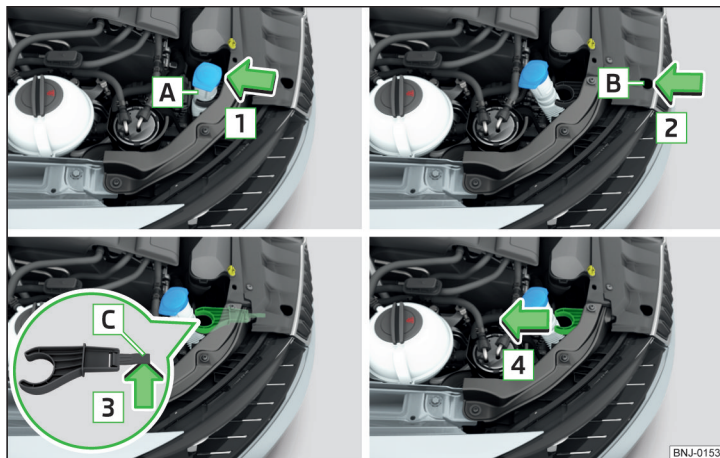

Рис. 207 Зняття тримача патрубку бака для промивної води
- Витягніть патрубок баку **A** з тримача в напрямку стрілки **1** » *Рис. 207*.
- Вставте тримач патрубку бака проти напрямку стрілки **4** » *Рис. 207*.